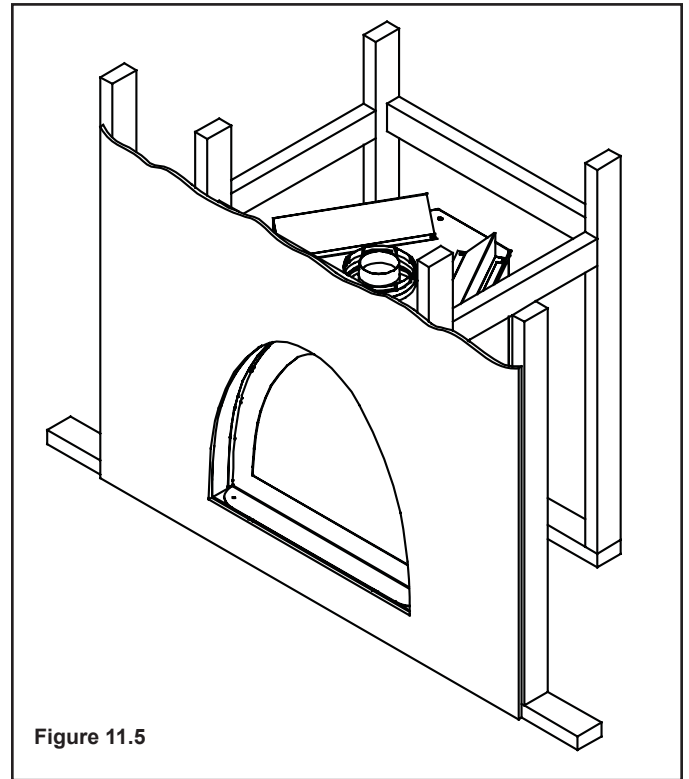

Figure 11.5
La deuxième option d'installation exige la construction d'une arche de style Kiva. Dans cette option l'appareil est encastré dans le mur, alors il n'est pas nécessaire de construire un âtre (voir Figure 11.5).
- La profondeur d'encadrement augmente par rapport à celle qui a été montrée dans la Figure 3.2 (Dimension C). La dimension C peut varier selon la profondeur de l'arche "kiva" désirée (voir Figure 11.5).